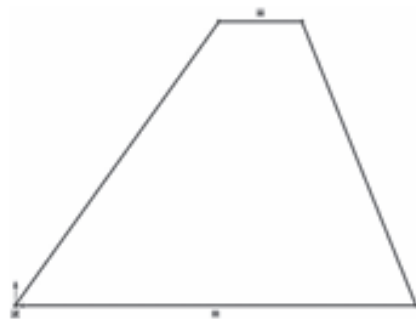

图 1-43 闭合草图
(3) 继续绘制其他直线，直至最后完全闭合，结束直线绘制，如图1-43所示。